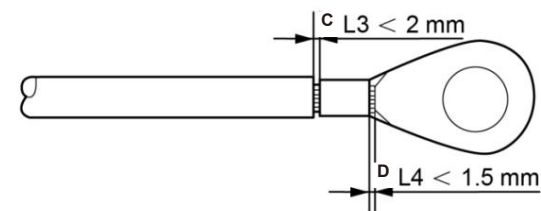

Figura 3.16 Descasque o fio
- 4) Insira o fio desencapado na área de crimpagem do terminal OT e use o hidráulico braçadeira para prender o terminal ao fio (consulte a Figura 3.16).